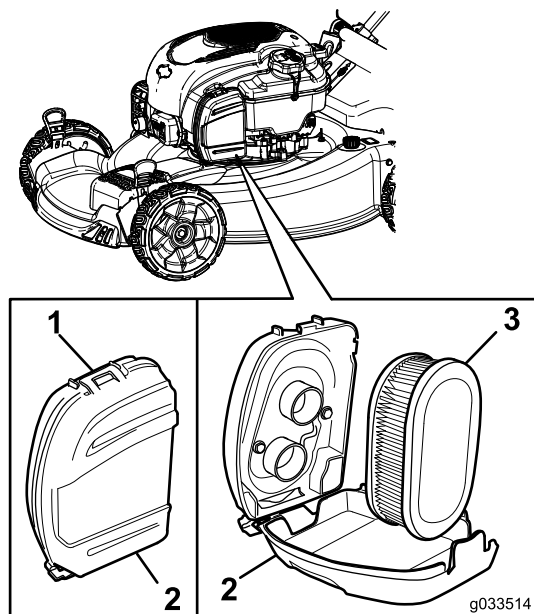

図 24
1. エアフィルタカバー上部のクリップを外す 図 24。
2. エアフィルタを取り外す (図 24)。